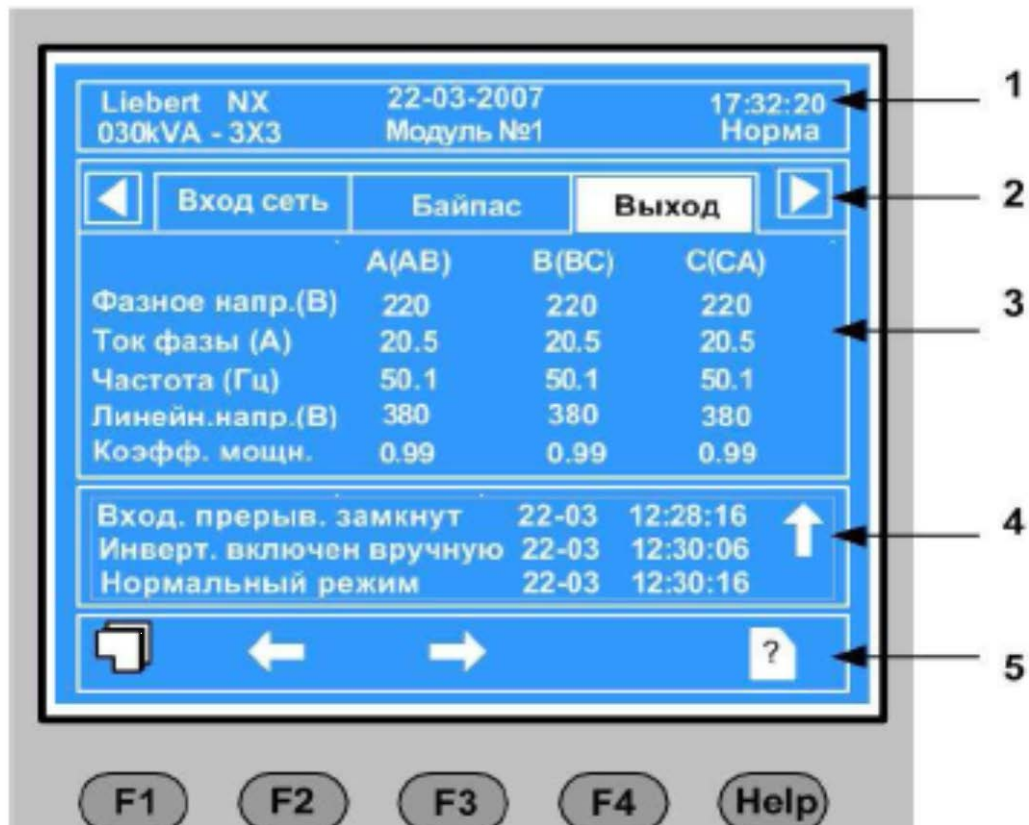

Рис. 4. Графические окна ЖК-дисплея и клавиши навигации по меню
Графические окна ЖК-дисплея и клавиши навигации по меню (F1 - F4 и HELP) показаны на рис.4.
Значения напряжения на входе цепи байпаса находятся вне допустимых пределов	Определить конкретную причину отказа по сообщению в окне данных (3) раздела меню «Записи» и в окне текущих записей (4) на ЖК-дисплее УБП (рис.4); принять меры по устранению причин отказа.